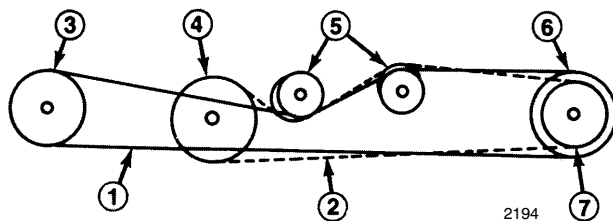

Abbildung 29
Zum Austausch von Radantriebs- oder Zwischenwellenriemen das folgende Verfahren und das Riemenführungs-Diagramm verwenden (Abb. 29).
5. Die Riemen installieren. Den Radantriebsriemen wie gezeigt über das Getriebe führen (Abb. 29).